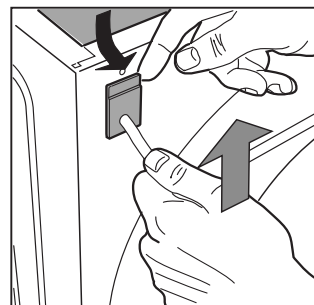

Fig. 5
4. Aleja ligeramente la parte superior del pasacable respecto del respaldo, tira el cable de alimentación hacia arriba y extráelo [fig. 5].